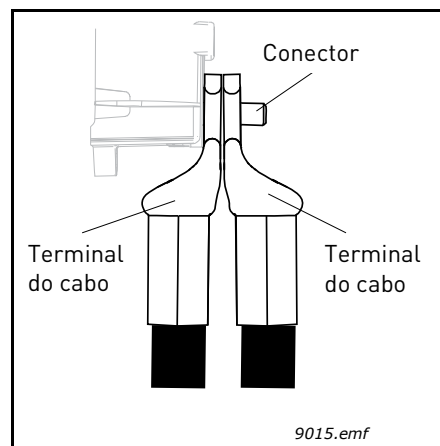

Figura 46. Colocar dois terminais de cabo um sobre o outro
- **NOTA:** se ligar vários cabos a um só conector, observe a posição dos terminais dos cabos uns sobre os outros. Consulte a Figura 46 abaixo.